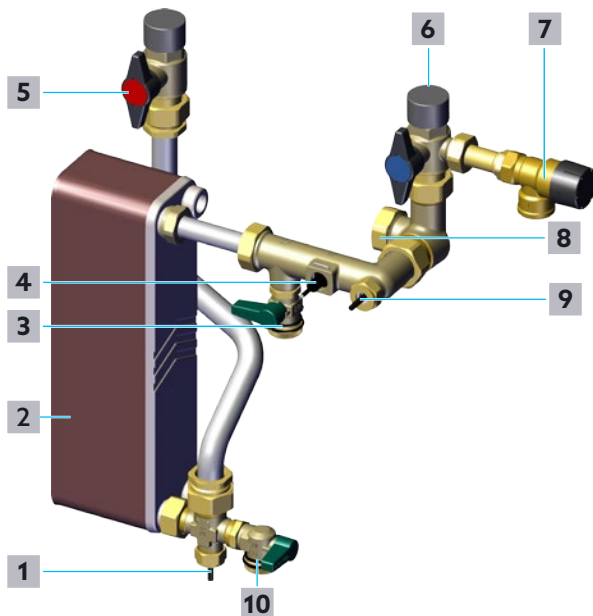

Abb. 19: Trinkwasserkreis Befüllen und Entlüften
- 1 Öffnen Sie langsam den Absperrkugelhahn Trinkwasser warm (siehe Position **5** in Abb. 19 auf Seite 26 und Position **10** in Abb. 2 auf Seite 12).
- 2 Öffnen Sie langsam den Absperrkugelhahn Trinkwasser kalt (siehe Position **6** in Abb. 19 auf Seite 26 und Position **11** in Abb. 2 auf Seite 12).
- ▶ Falls im Trinkwasserkreis weiterhin Geräusche durch Lufteinschlüsse entstehen, öffnen Sie leicht den KFE-Kugelhahn Trinkwasser warm bis nur noch Wasser austritt (siehe Position **10** in Abb. 19 auf Seite 26 und Position **16** in Abb. 2 auf Seite 12).